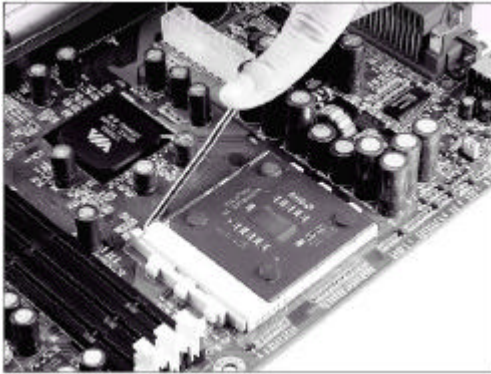

Abb.3
Setzen Sie jetzt die CPU in den Sockel. Achten Sie auf die korrekte Orientierung. Die auf der vorherigen Seite (28) dargestellte Markierung auf der CPU dem Sockel und dient als Hinweis (Abb. 3).
Schließen Sie nach dem Einsetzen der CPU die Verriegelung, indem Sie den Hebel wieder in seine ursprüngliche Position bringen und einrasten lassen (Abb.3).